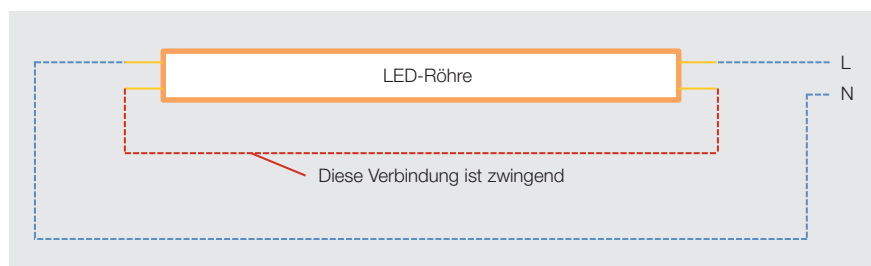

Bild 3 Richtig: Schema muss bei einer Umverdrahtung befolgt werden. Andere Arten von Verdrahtungen sind in der Schweiz verboten.
■ Der Umbau einer bestehender FL-Armatur gemäss NEV ist nur wie folgt zulässig (Bild 3):
■ LED-Röhren, welche der Norm IEC 62776 entsprechen, sind in der Schweiz erlaubt, jedoch mit einer Ausnahme: LED-Röhren, die eine offene Seite besitzen (Bild 4), dürfen nicht in Verkehr gebracht werden. Grund dafür ist, dass diese Konfiguration in keiner bestehenden Armatur funktioniert. Der Gebrauch dieser LED-Röhren würde eine unzulässig umgebaute Leuchte bedingen (Schema entspricht nicht Bild 3).